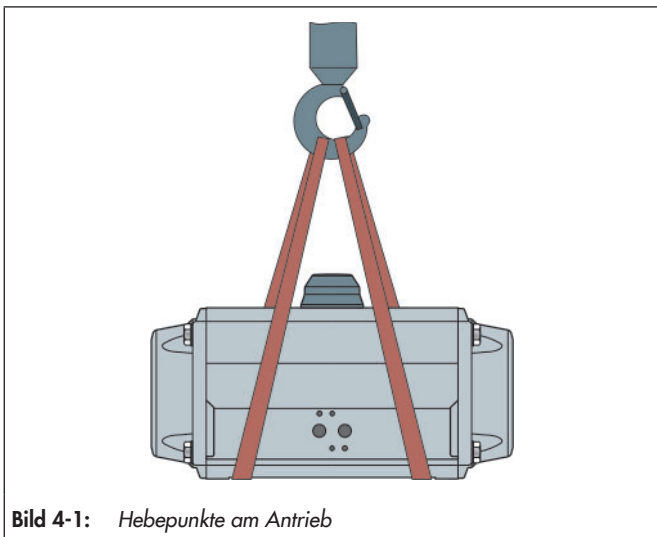

Bild 4-1: Hebepunkte am Antrieb
- ⇒ Als Tragmittel einen Haken mit Sicherheitsverschluss verwenden, vgl. Bild 4-1, damit die Anschlagmittel beim Heben und Transportieren nicht vom Haken rutschen.
- ⇒ Als Tragmittel einen Haken mit Sicherheitsverschluss verwenden, damit die Anschlagmittel beim Heben und Transportieren nicht vom Haken rutschen können, vgl. Bild 4-1.